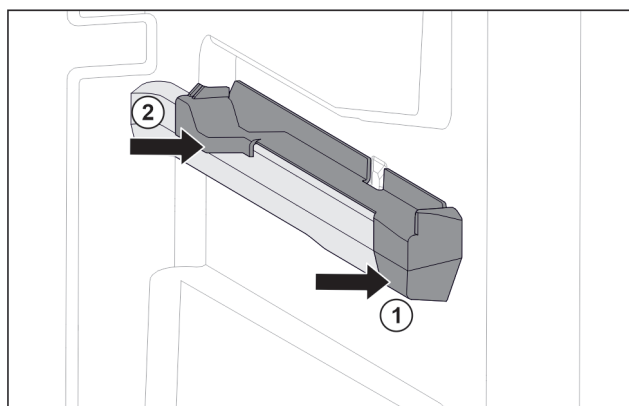

Fig. 94 Вставная часть на правом контейнерном ребре
- ▶ Наденьте вставную часть спереди на контейнерное ребро. Fig. 94 (1)
- ▶ Нажмите на вставную часть сзади. Fig. 94 (2)